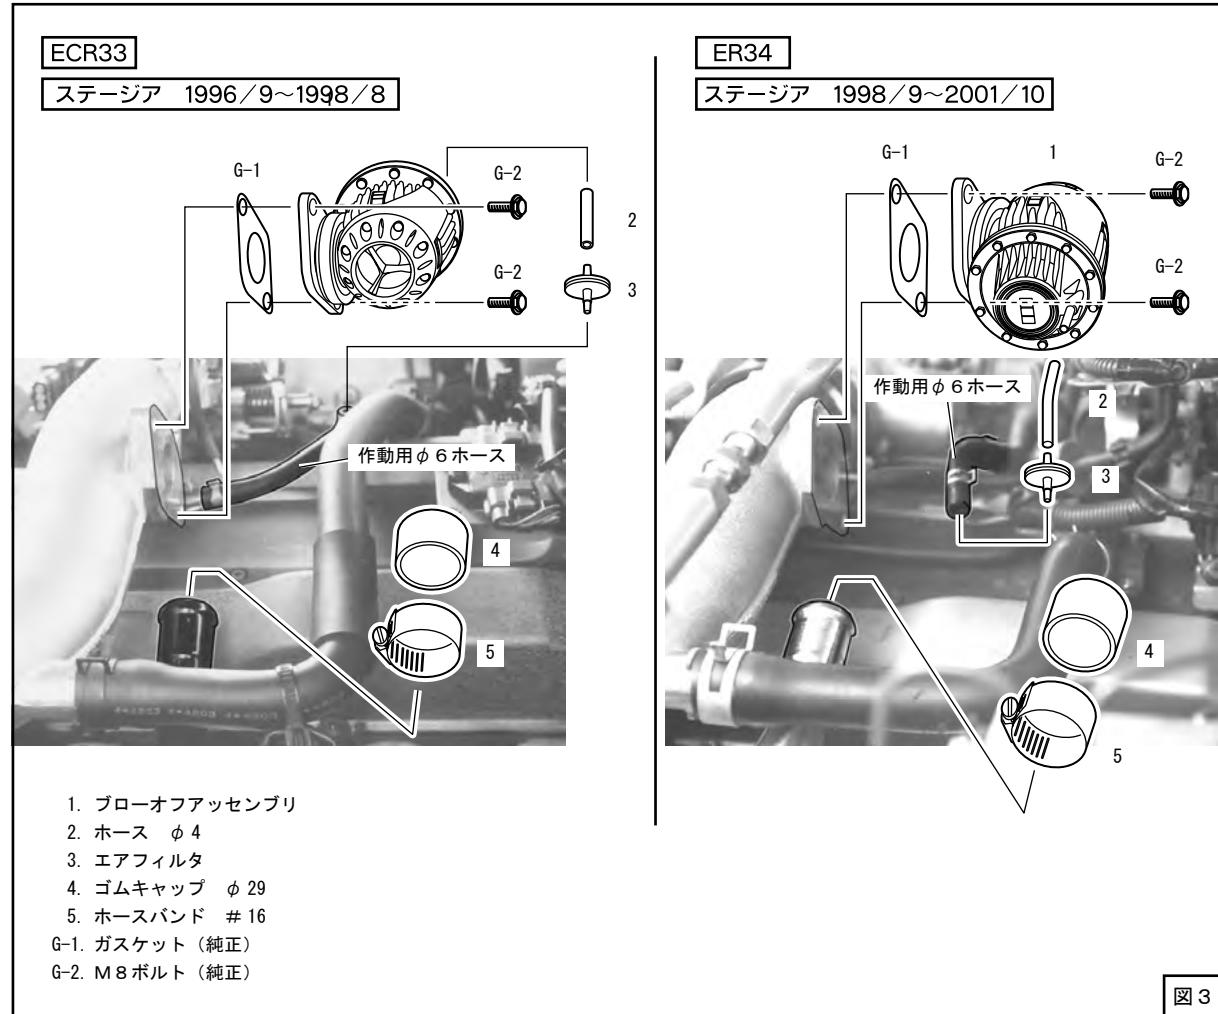
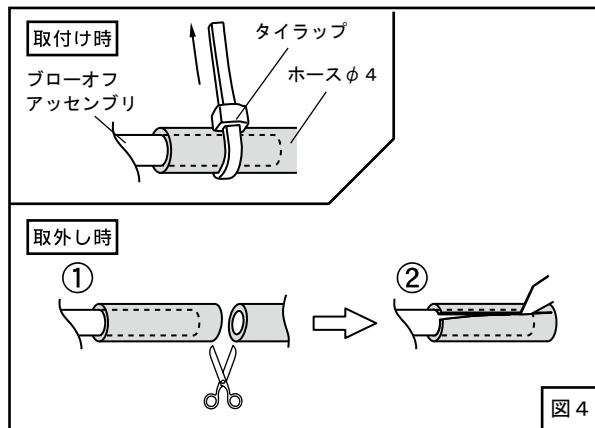

図3
図4
(2) ブローオフアッセンブリをチャンバパイプに取付けてください。 (ガスケット、M8ボルトは純正再使用) (図3)
(3) ϕ 29 ゴムキャップを取付けてください。 (ホースバンドは純正再使用) (図3)
(4) M8ボルトを本締めしてください。 (図3)
(5) キットパーツを使用してブローオフバルブ作動用の配管を行ってください。
ホース ϕ 4 は適当な長さに (ある程度余裕を持たせて) 切って使用してください。 (図3)
(図3、図4)
ブローオファッセンブリを取り外す時など、ホースφ4をブローオファッセンブリから抜く際は、タイラップを外した後、一度ホースφ4を切断し切り込みを入れてから取外してください。(図4)